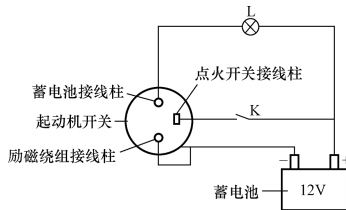

图 4-48 电磁开关的检查
2) 按照图 4-48 所示连接好电路,接通开关 K 后应能听到活动铁心动作的声音,同时试灯 L 应点亮;开关 K 断开后,试灯 L 应立即熄灭。否则应更换电磁开关或更换起动机总成。